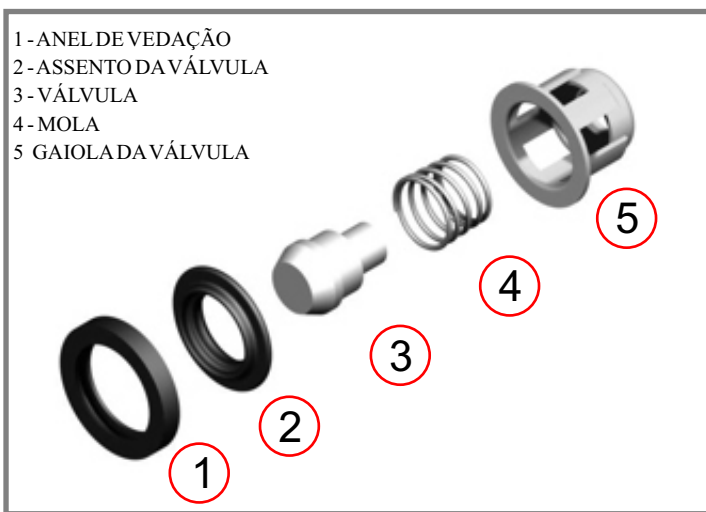

Fig. 51
**1** - Encaixe a mola (Fig. 51 item 4) dentro da válvula (Fig. 51 item 3).
**2** - Introduza o conjunto válvula/ mola dentro da “gaiola” (Fig. 51 item 5)
**3** - Colocar o assento da válvula (Fig. 51 item 2) sobre a parte da frente da gaiola . (Fig. 52)
**4** - Acoplar o anel de vedação (Fig. 51 item 1) “fechando”o conjunto. (Fig. 53)